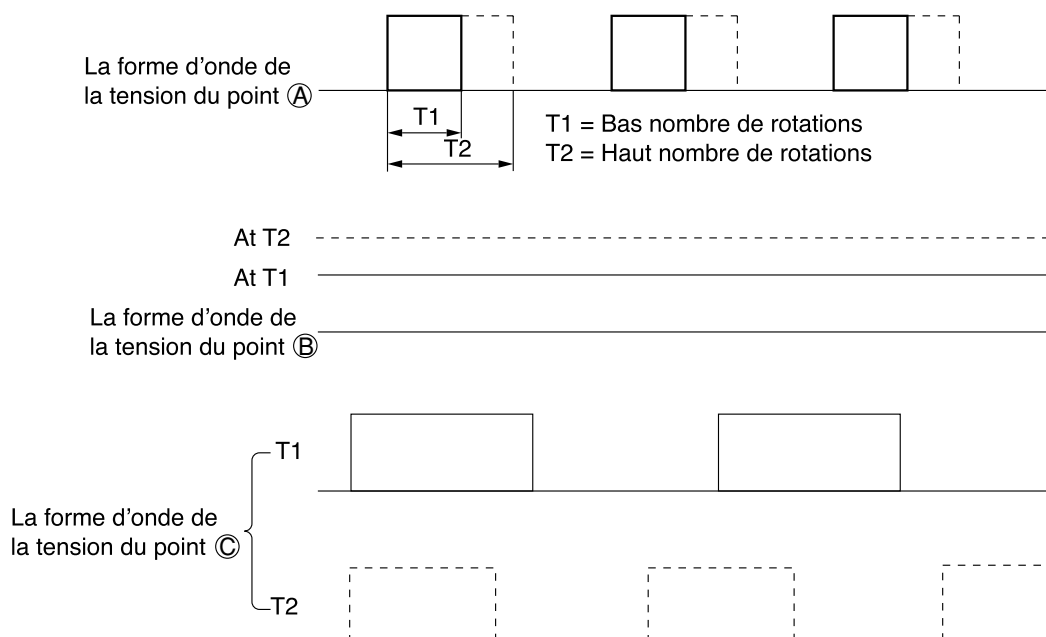

Fig. 6-2
- L'impulsion PWM de 15,7 kHz, comme montré sur la figure 6-2, depuis le microprocesseur, broche 54, est envoyée au point A. La largeur de cette impulsion change selon le nombre de rotations demandé.